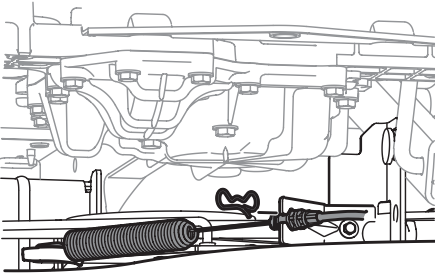

Figure 39
7. Retirez la goupille qui fixe le câble de la prise de force au support sur le plateau de coupe, faites glisser le câble hors de la prise de force et décrochez le ressort du support de la poulie de tension (Figure 39).